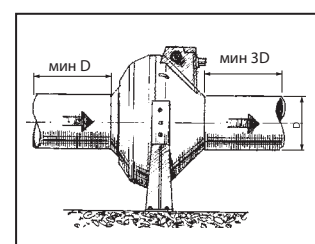

Рис. 7
2. В любом положении: с обеих сторон вентилятора подключите воздуховод минимальной длиной, согласно рис.7.